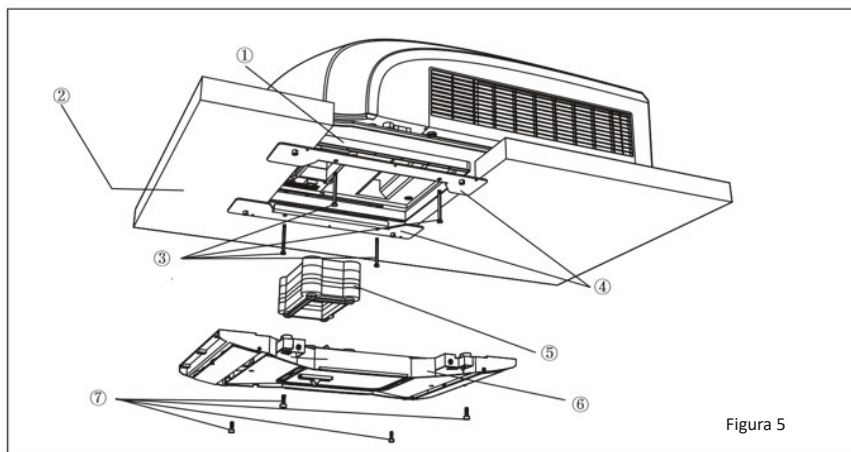

Figura 5
3. Le staffe di montaggio devono potersi sovrapporre alla superficie del soffitto del veicolo. Stringi i bulloni a croce, e verifica che i fori delle viti siano allineati con quelli dell'adattatore. La coppia massima sui bulloni (4) è pari a 1,8Nm. (Vedi la figura 5)
6. Installa il gruppo di schiuma sul gruppo dei condotti dell'aria. Utilizza 4 viti per fissare il gruppo dei condotti dell'aria sulla piastra di montaggio. Dopo aver collegato l'unità esterna a quella interna, verifica che il gruppo di schiuma si sia allentato (vedi la figura 5).